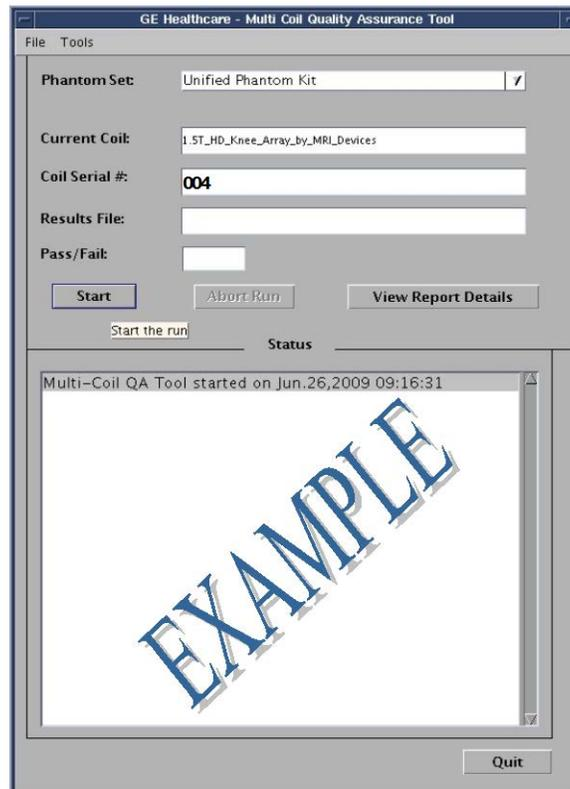

Figure 3
Le champ de l'antenne actuelle est automatiquement renseigné (Figure 3), en fonction de l'ID de l'antenne connectée au LPCA. Indiquez le numéro de série de l'antenne testée dans le champ Coil Serial # (N° de série de l'antenne).
13. Cliquez sur **[Start]** (Démarrer) pour commencer le test automatisé présenté à la figure 3. Selon le nombre d'emplacements de test (complexité de l'antenne), le test peut prendre de 3 à 5 minutes.